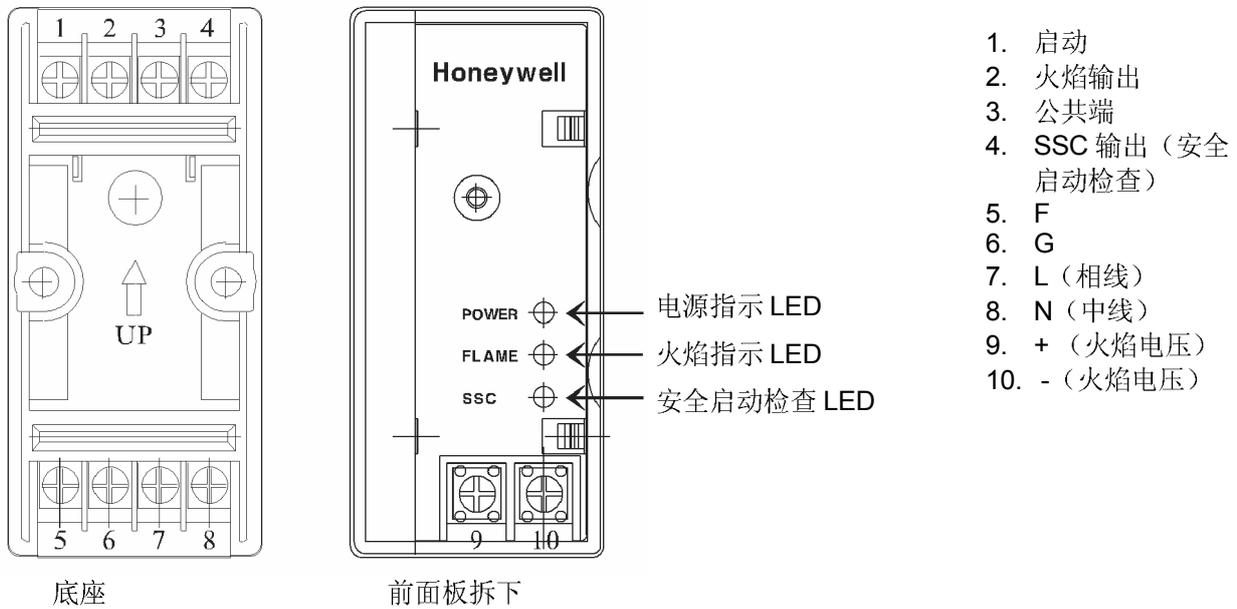
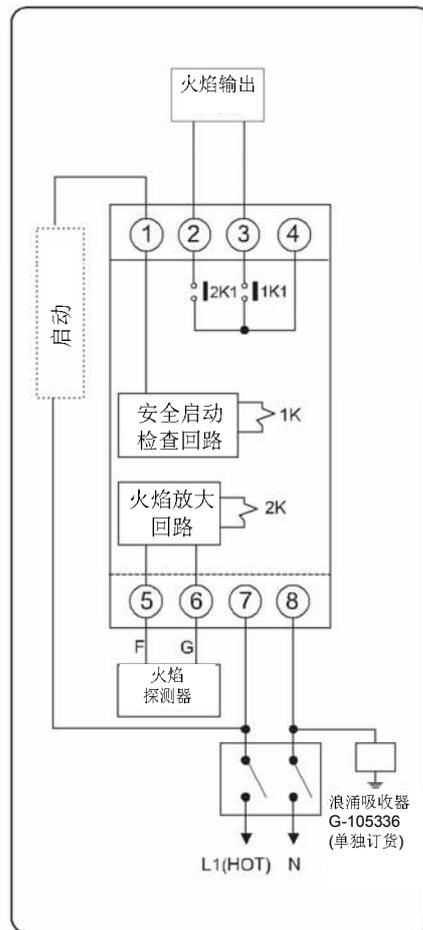

图 2 底座端子和前面端子
图5 外接设备接线举例
1) 图2是一个典型的接线图示例。端子参照图5。
①手动点火 (持续引导火)
②火焰监测
1. 带持续引导火的手动点火系统 (如图 5-①)